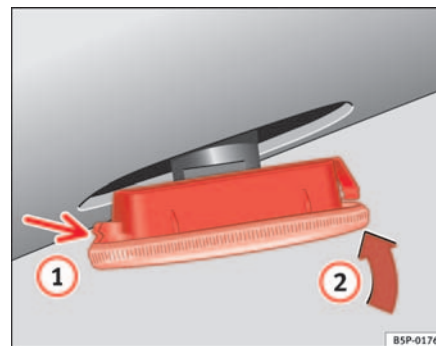

Abb. 194 Seitlicher Blinker
⇒ Seite 266, Abb. 194, Pfeil ①.
- Setzen Sie die Lampe in Richtung Pfeil ② ⇒ Seite 266, Abb. 194 ein. ■